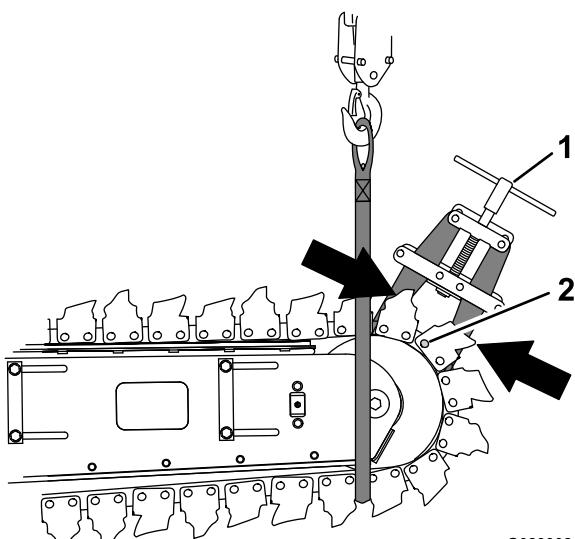

Figura 41
1. Pase la eslinga alrededor de la cadena en la posición del diente del quinto o sexto eslabón, contando desde el pasador maestro, por debajo y por delante de la rueda tensora (Figura 41).
3. Sujete los extremos de la cadena colocando una mordaza para cadenas en los rodillos de los eslabones en cada lado de las placas interior y exterior, en la posición del pasador maestro (Figura 41).
- Eleve la cadena y colóquela alrededor de la rueda tensora (Figura 46 y Figura 41).
- Sujete los extremos de la cadena colocando una mordaza para cadenas en los rodillos de los eslabones en cada lado de las placas interior y exterior, en la posición del pasador maestro (Figura 41).